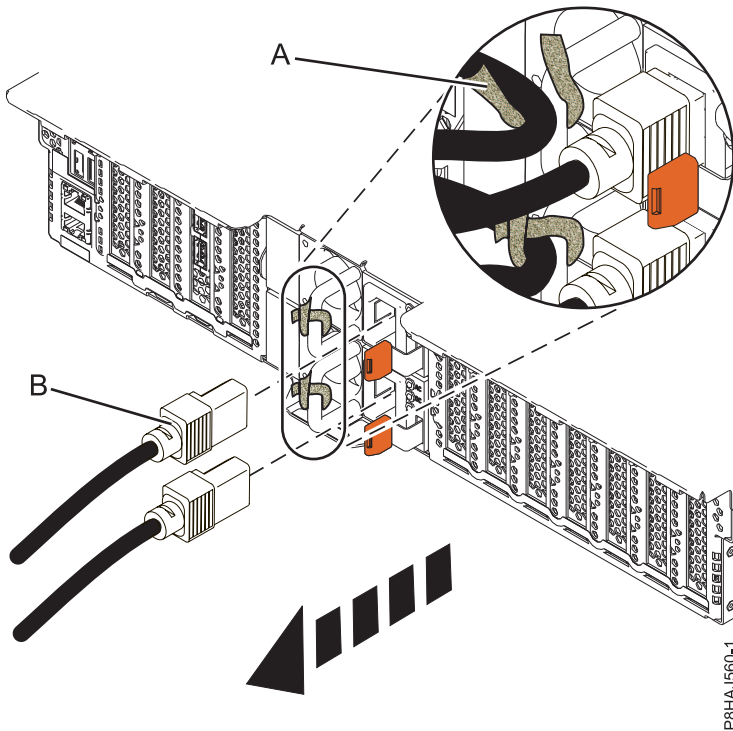
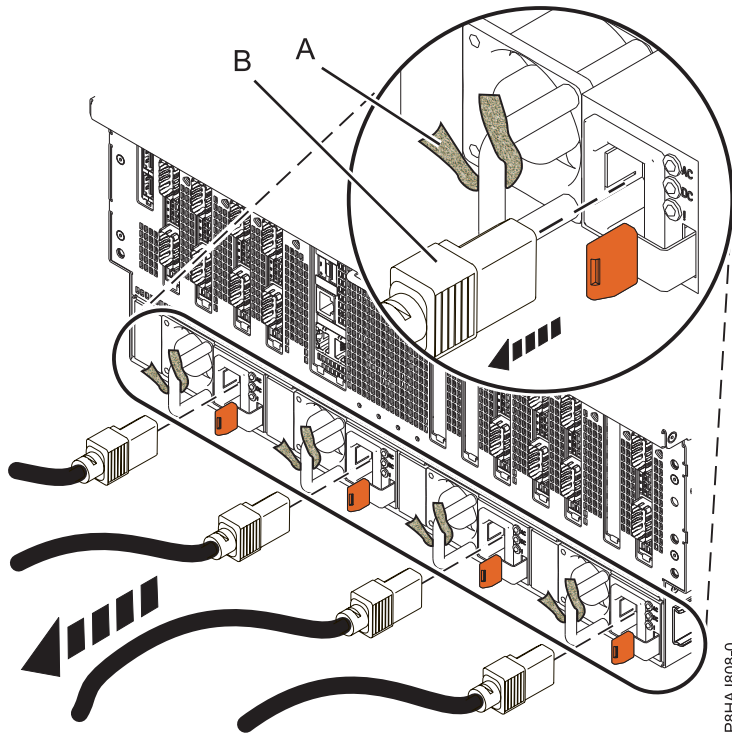

Figure 87. Retrait des cordons d'alimentation d'un système 5148-21L, 5148-22L, 8247-21L, 8247-22L, 8284-21A ou 8284-22A
Figure 88. Retrait des cordons d'alimentation d'un système 8408-44E ou 8408-E8E
3. Débranchez les cordons d'alimentation (**B**) de l'unité centrale. Voir les figures figure 86, à la page 120, figure 87, à la page 120 ou figure 88, à la page 121 selon le type de votre système.